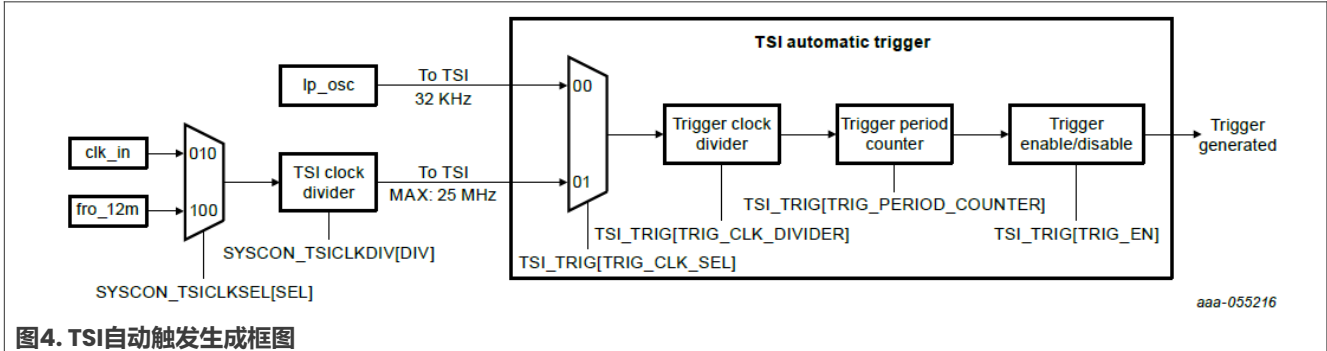

图4. TSI自动触发生成框图
5. 自动触发功能。TSI有三种触发源，包括通过写入TSI0_GENCS[SWTS]位的软件触发、通过INPUTMUX的硬件触发，以及通过TSI0_AUTO_TRIG[TRIG_EN]的自动触发。图4所示为自动触发生成的过程。